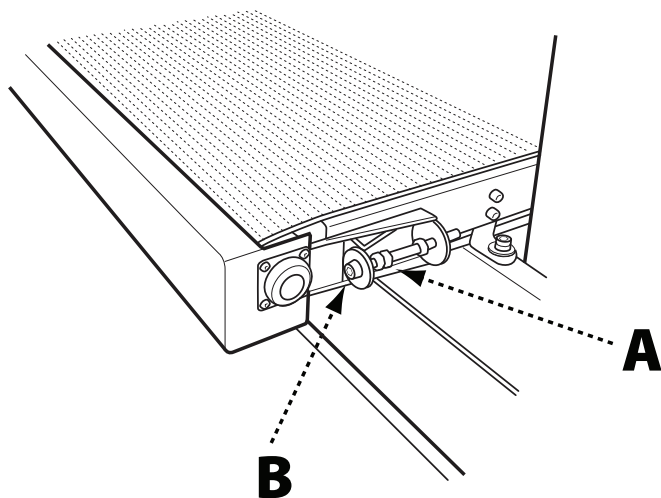

FIG. 8
2. Afloje la tensión sobre la cinta de alimentación aflojando las tuercas de sujeción (A) en los pernos de ajuste de la cinta de alimentación (Fig. 8) y luego ajustando los pernos de ajuste de la cinta de alimentación (B) hasta que estén lo suficientemente flojas como para quitar el ensamblado de la cinta de alimentación.